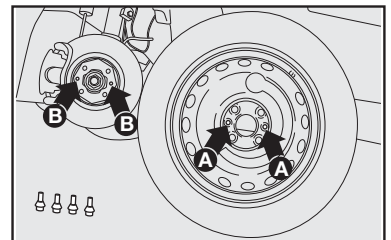

fig. 9
- Montar a roda sobressalente, encaixando os furos **A-fig. 9** com os respectivos pinos **B-fig. 9**.